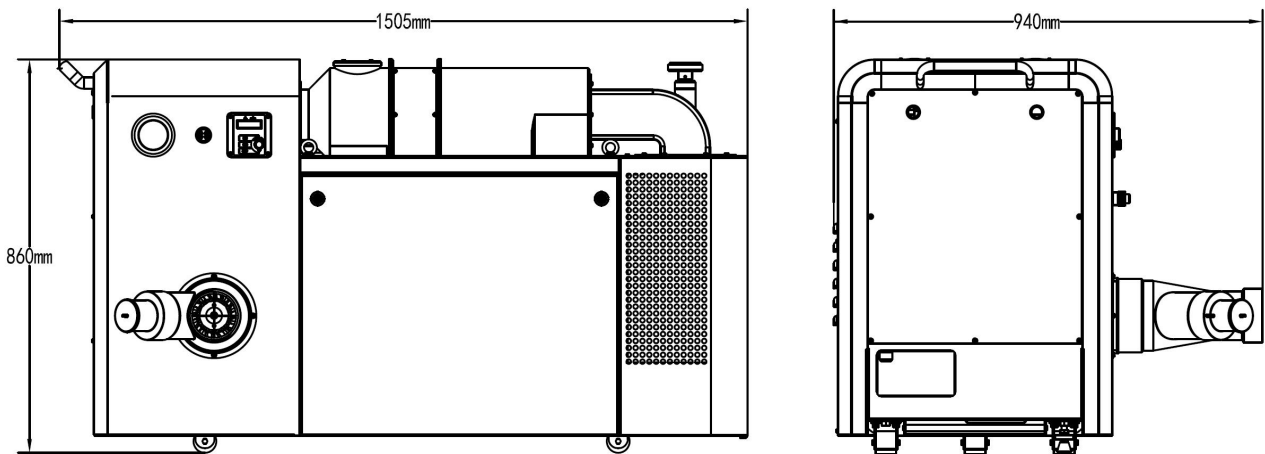

Abb.5
4.3 Positionierung der Maschine (Abb.5)